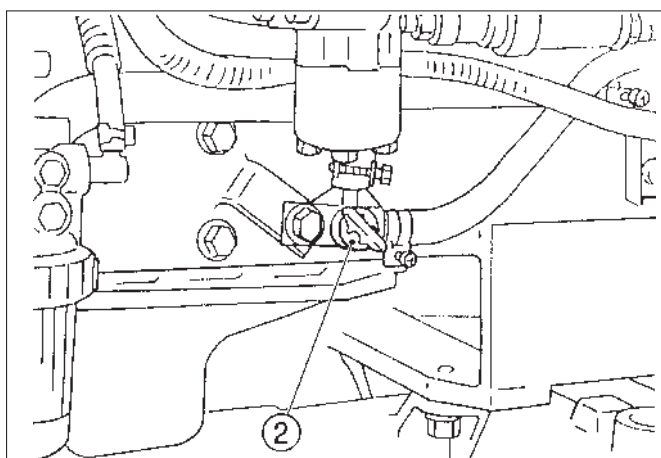

Fig. 82
FIG. 82: Le robinet de vidange (2) permet de vidanger le liquide de refroidissement du bloc-cylindres et du radiateur. Le robinet de vidange est situé du côté droit du moteur. Il faut remplacer le liquide de refroidissement s'il est contaminé par la rouille ou de la boue. Desserrez le bouchon du radiateur pour accélérer la vidange.